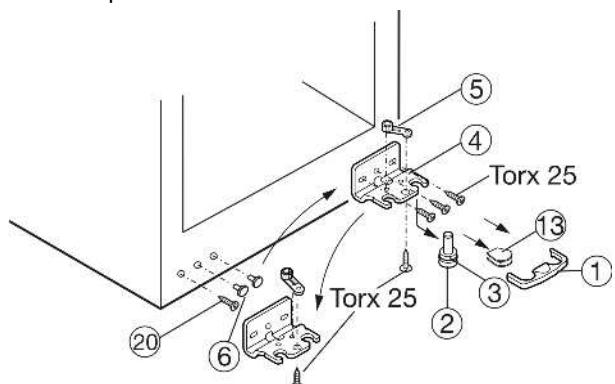

Fig. 4
- Предохранитель Fig. 4 (1) снимите движением вперед.
- Снимите крышку Fig. 4 (13).*
- Вытяните опорный палец Fig. 4 (2) вниз и вперед. При этом следите за гнездом шарнира Fig. 4 (3).
- ▶ Открутите опорный кронштейн Fig. 4 (4).
- ▶ Открутите опорную деталь Fig. 4 (5) и, переставив в отверстие на противоположной стороне опорного кронштейна, снова прикрутите.
- ▶ Снимите и снова установите пробку Fig. 4 (6) на противоположную сторону со стороны ручки.
- ▶ Выкрутите болт Fig. 4 (20) и вкрутите на противоположной стороне.
- ▶ Снова прикрутите опорный кронштейн Fig. 4 (4) на новой стороне шарнира (**с моментом 4 Нм**). При необходимости используйте аккумуляторный шуруповерт.
- ▶ Снова слегка наклоните устройство назад и снова установите опорный палец Fig. 4 (2) с гнездом шарнира Fig. 4 (3). Зазубрина на опорном пальце должна быть расположена спереди.
- ▶ Установите крышку Fig. 4 (13) на противоположной стороне.*
- ▶ Предохранитель (1) нужно зафиксировать сбоку на кронштейне, чтобы опорный палец и двери были защищены от выпадения.
- ▶ Снова защелкните предохранитель (1) на опорном кронштейне.
- ▶ При необходимости выровняйте дверцы через два продольных паза в опорном кронштейне Fig. 4 (4) параллельно корпусу устройства. Для этого выкрутите средний винт.